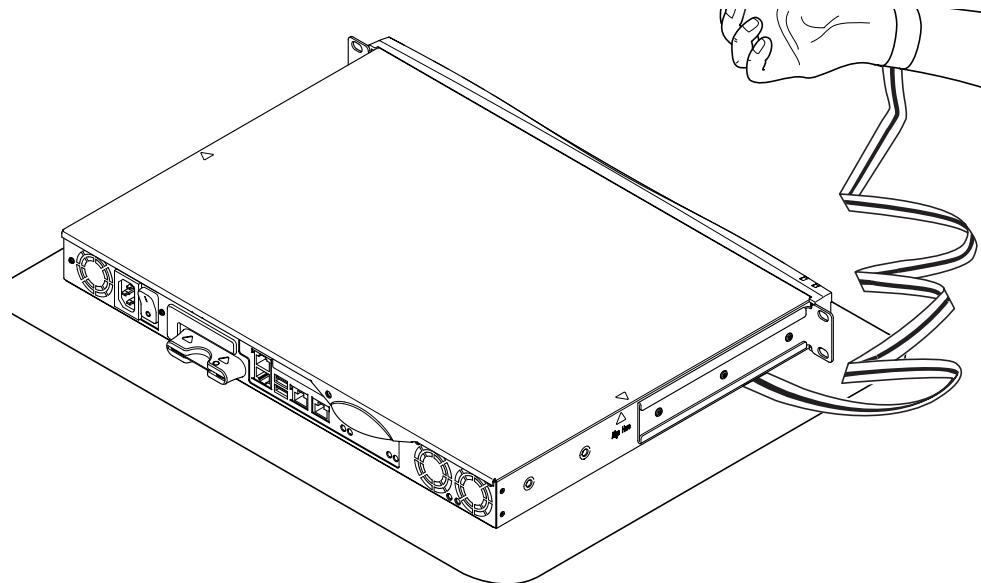

図 8-2 サーバーに付属している使い捨ての静電気防止用リストストラップ
**注意** – サーバー本体には、きわめて静電気に弱い電子部品が含まれています。金属部分に触れないでください。サーバー本体は、アースをとった静電気防止(ESD)マット上に置いてください(図 8-2 を参照)。本体内部の構成要素を取り扱う前にサーバーに付属している、使い捨ての静電気防止用リストストラップを手首に巻き、もう一方の端を本体底部の金属部分に貼り付けてください。
1. ESD マット上に本体を置き、静電気防止用リストストラップを接続します（図 8-2 を参照）。